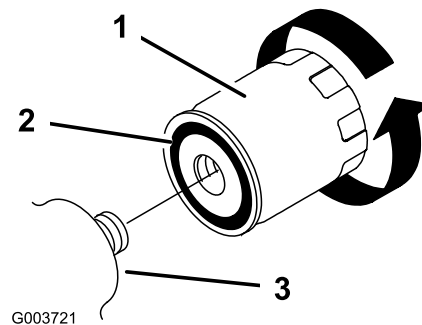

Figura 36
5. Îndepărtați filtrul vechi (Figura 36) i curățați suprafața adaptorului filtrului.
6. Aplicați un strat subțire de ulei hidraulic pe garnitura din cauciuc a filtrului nou (Figura 36).
7. Instalați filtrul hidraulic nou pe adaptor (Figura 36). Strângeți-l în sensul acelor de ceasornic până ce garnitura din cauciuc intră în contact cu adaptorul filtrului, apoi strângeți filtrul cu încă jumătate (1/2) de tură.